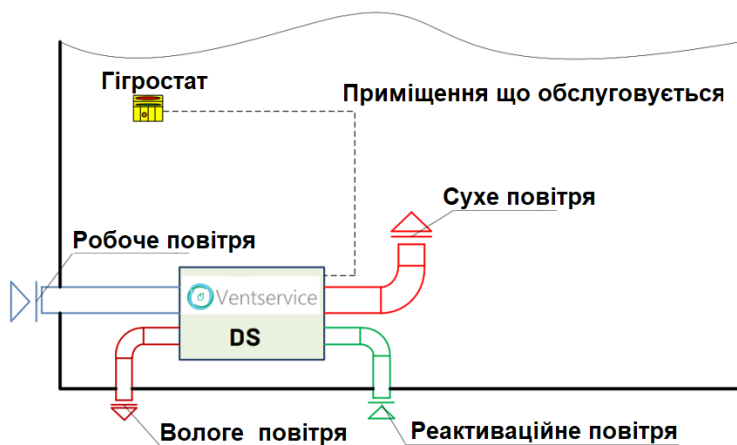
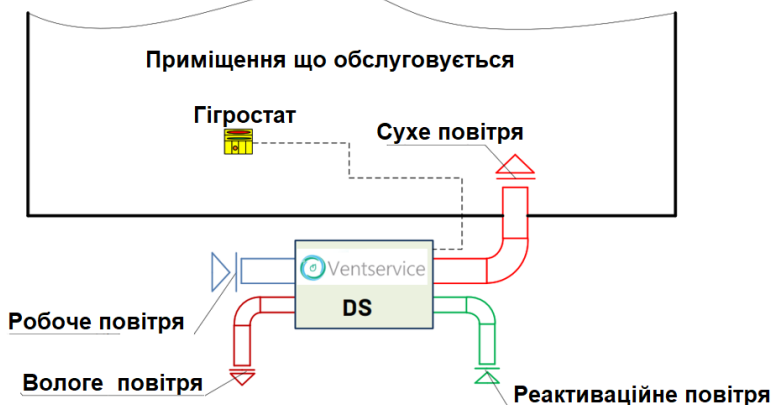

Рисунок 9.3 – Робота осушувача за "відкритою" схемою (внутрішній варіант)
Рисунок 9.4 – Робота осушувача за "відкритою" схемою (зовнішній варіант)
- Робота осушувача у "відкритому" контурі (встановлення всередині приміщення) — див. **Рисунок 9.3**;
- Робота осушувача у "відкритому" контурі (встановлення зовні приміщення) — див. **Рисунок 9.4**;
Рисунок 9.3 — Внутрішнє встановлення осушувача при роботі у "відкритому" контурі (режим подачі свіжого повітря). У цьому випадку свіже зовнішнє повітря подається до приміщення. Реактиваційне повітря також береться ззовні та туди ж викидається. Такий метод використовується у випадках, коли неможливо осушити повітря всередині приміщення безпосередньо через наявність частинок або речовин, що можуть пошкодити елементи осушувача.
Рисунок 9.4 — Зовнішнє встановлення осушувача при роботі у "відкритому" контурі (режим подачі свіжого повітря). Відрізняється від третього варіанту (див. Рисунок 9.3) лише місцем розташування осушувача.